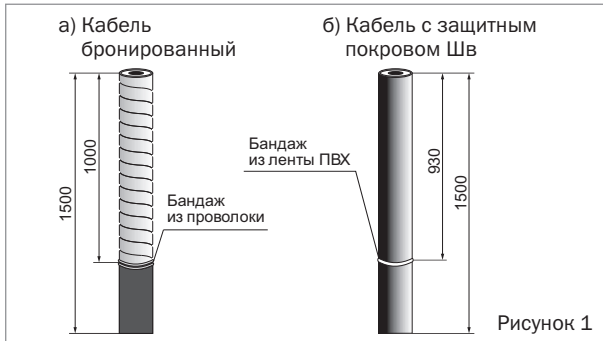

Рисунок 1
- Распрямить конец кабеля на длине 1500 мм. На расстоянии 1000 мм от конца на защитный покров наложить бандаж из 2–3 витков стальной оцинкованной проволоки. Замок бандажа отогнуть в сторону кабеля. Размотать и удалить защитный покров от конца кабеля до бандажа (рисунок 1а).
- В случае защитного покрова типа Шв наложить бандаж из ленты ПВХ на расстоянии 930 мм от конца кабеля и выполнить кольцевой надрез (рисунок 1б).